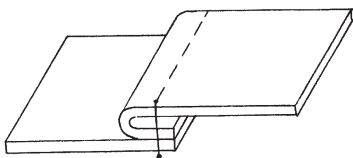

Рис. 22. Настрочной шов
**Настрочной шов.** При его выполнении две детали соедините прямой машинной строчкой (рис. 22). Припуск отогните в сторону меньшей по размеру детали, шов заутюжьте и закрепите отделочной строчкой.